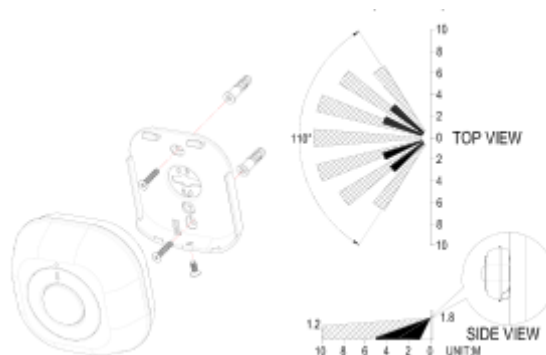
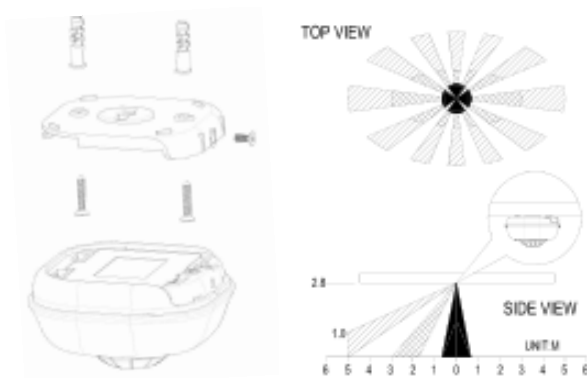

图 4
图 5
4. 本传感器支持两种不同的安装方式。请先决定传感器将采取墙面安装或是采用天花板安装。可参考如图 4 与图 5 所标示的侦测角度及范围示意图之后再决定。决定之后使用背盖做为基准底板，标注出两颗螺丝锁孔的位置。使用电钻在墙面或天花板钻出螺丝孔，然后使用随附的塑料壁虎塞入孔中，再利用附送的螺丝将背盖固定好。
**(I) 墙面安装**
墙面安装建议的高度为离地面 1.8 米 (5.91 英尺) 高。这个高度传感器的侦测距离可以达到 10 米 (32.81 英尺)，侦测角度可达到 110 度。(图 4)
天花板安装建议的高度为离地面 2.8 米 (9.19 英尺) 高。这个高度传感器的侦测距离可达到 5 米 (16.41 英尺)，侦测角度可达到 360 度。(图 5)